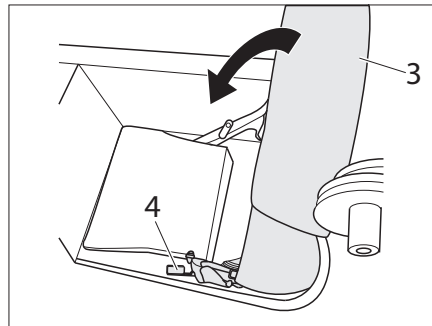

Bild 213 Flytta ryggstödet till förvaringslådan
- Tryck på spak 2 (Bild 213,4) och flytta ryggstödet till (Bild 213,3) förvaringslådan.